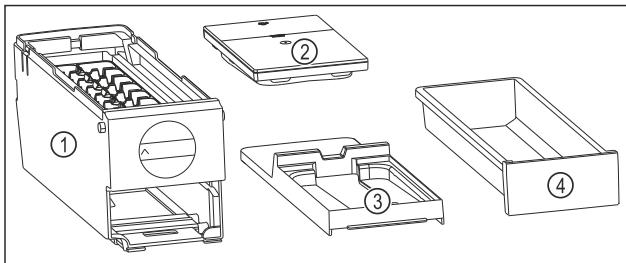

Fig. 190 Composants de l'EasyTwist-Ice
- L'EasyTwist-Ice est démonté en quatre parties. (voir Fig. 190)
► Ne démonter l'EasyTwist-Ice que de la manière illustrée. (voir Fig. 190)
► Nettoyer le corps de l'EasyTwist-Ice Fig. 190 (1) dans son ensemble.